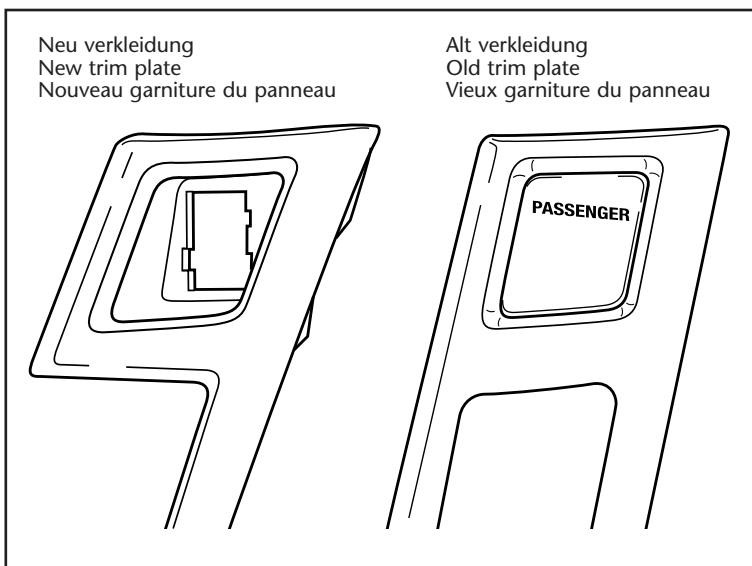

Abb. 10 - Fig. 10
9. Den Anzeigeschalter abmontieren und an der neuen Verkleidung anbringen (Abb. 10)
9. Disassemble the indicator switch and Assemble to new trim-plate (Fig 10)
9. Démontez le commutateur des clignotants et montez la nouvelle plaque de garniture (Fig 10)